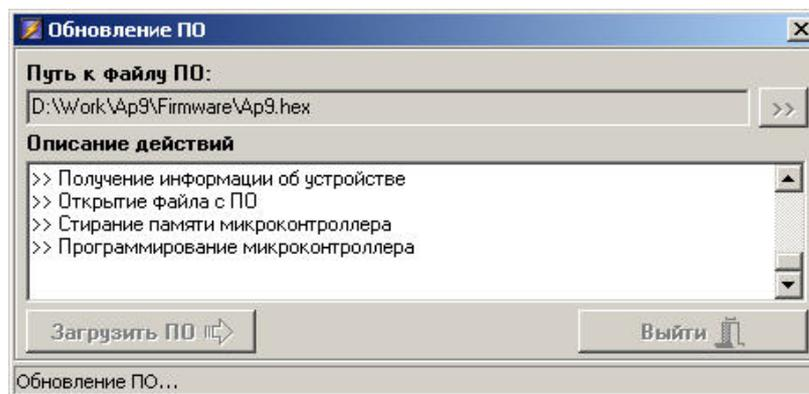

Рисунок 19. Окно обновления программного обеспечения прибора АП-9
- вызвать окно «Обновление ПО» - в основном окне на вкладке «Функции» нажать на панели инструментов кнопку «Обновление ПО» (рисунок 19).